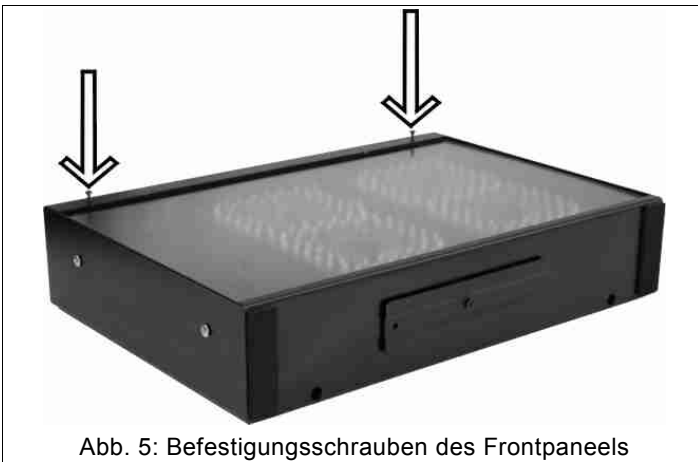

Abb. 5: Befestigungsschrauben des Frontpanels
2. Die 2 Befestigungsschrauben des transparenten Frontpanels abschrauben (Abb. 5) und es abnehmen (Abb. 6).